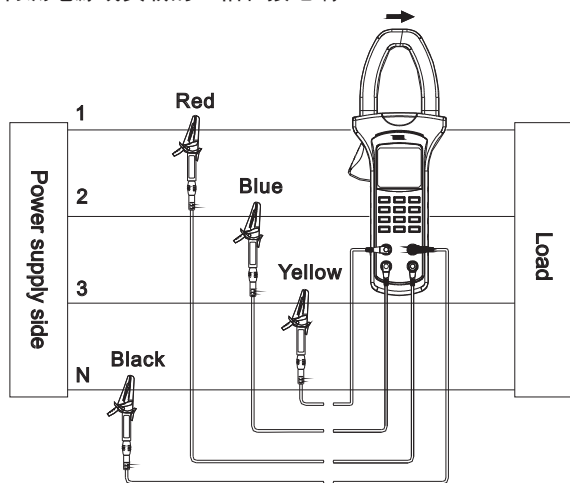

图14
测量步骤：开机后首先按HARM键进入电压总谐波对全波失真率测量模式，然后将待测相电压信号通过表笔接入仪表的电压输入端，零线接COM端，相线接V1/V2/V3中的任一端口，并按SELECT键选择测量端口与输入端口一致，如图14。
- 按MENU选择“电压(V)+电压(V)+电压(V)”档,如图14,将红色测试笔插入“V1”插孔,蓝色测试笔插入“V2”插孔,黄色测试笔插入“V3”插孔,黑色测试笔插入“COM”插孔,并将四根测试笔连接到待测电源或负载的三相和接地端。